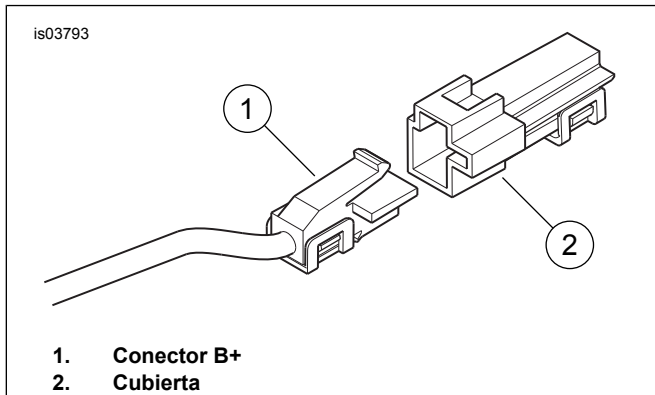
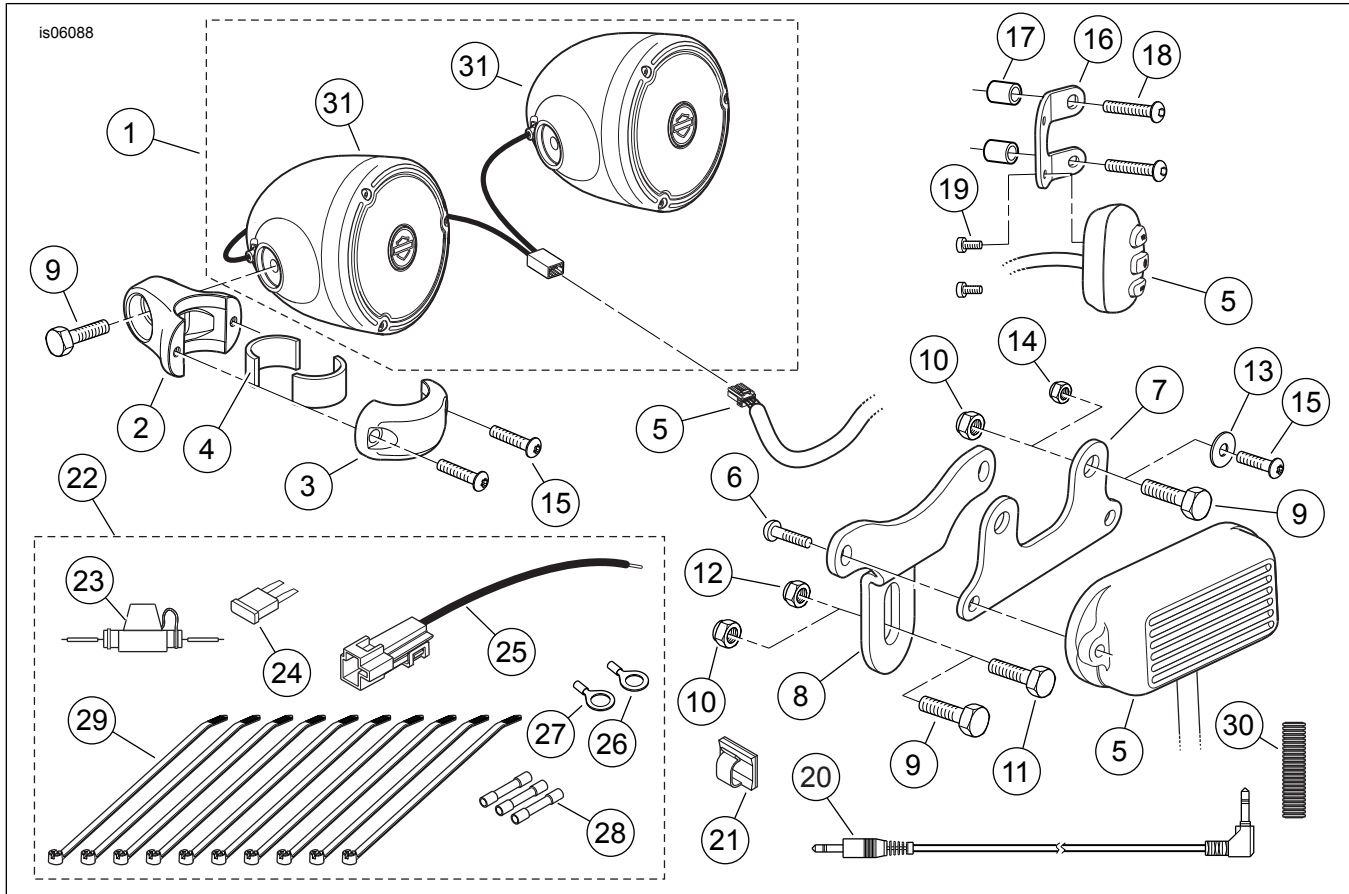

Figura 4. Conector B+
Figura 5. Piezas de servicio: Kits de altavoz y amplificador montados en el manillar
1. Vea Figura 5. Obtenga el paquete de elementos de sujeción eléctricos (22) del kit. Seleccione el portafusibles en línea (23) y un conector de empalme sellado azul (28) del paquete de elementos de sujeción.
4. Seleccione el extremo libre del cable **rojo** del conjunto del arnés de cables. Obtenga los dos conectores de empalme sellado azules (28) y el cable adaptador de 12 V (25) del paquete de elementos de sujeción. Empalme el portafusibles en línea al cable rojo, de acuerdo con las instrucciones en el Manual de servicio. Empalme el cable adaptador en el extremo opuesto del portafusibles en línea.
5. Vea Figura 4. Localice el conector B+ (positivo de la batería) (1) en el arnés eléctrico principal debajo del asiento (un cable rojo con un conector gris no usado). Extraiga la cubierta (2) del conector B+. Acople el conector del cable de alimentación **rojo** en el conjunto del arnés de cables al conector B+.
10. Enrolle el cable sobrante debajo del tanque de combustible, dentro de la nacela o debajo de la abrazadera del manillar, donde no interfiera con el funcionamiento de la dirección. Instale el fusible de 5 A (24) en el portafusibles en línea en el cable rojo.
13. Vea Figura 5. El conector de 3,5 mm del control manual se puede asegurar al manillar con correas de cables o a la abrazadera triple superior o a la nacela con la presilla con respaldo adhesivo (21) del kit. Si usa la presilla: